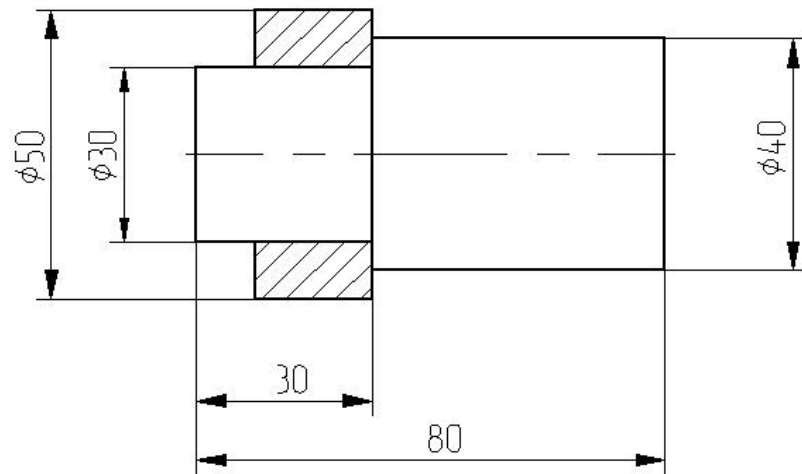
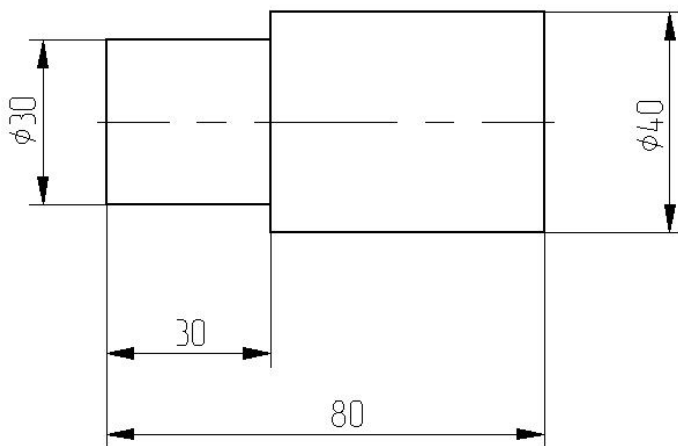

Рис. 3.1. Сборочный чертеж.
Рис. 3.2. Деталь №1 - «Вал».
Создание простейшего сборочного чертежа разберем на примере сборки показанной на рис. 3.1. Процесс построения сборочного чертежа может быть разбит на следующие этапы: 1) создание параметрических чертежей всех деталей входящих в состав сборки; 2) объединение построенных чертежей в один - сборочный; 3) оформление сборочного чертежа в соответствии с требованиями ЕСКД.
1. Создать параметрические чертежи всех деталей, входящих в сборку, показанную на рис. 3.1. В данном случае необходимо построить два параметрических чертежа в соответствии с количеством деталей включенных в сборочную единицу (см. рис. 3.1). Указанные детали приведены на рис. 3.2 и 3.3. Для построения параметрического чертежа необходимо воспользоваться рекомендациями, приведенными в лабораторной работе №1 настоящих методических указаний. Следует отметить, что в параметры соответствующие посадочному диаметру, т.е. размеру «20» (см. рис. 3.2, 3.3) должны быть помечены как «Внешние», что необходимо для их связывания при вставке в сборочный чертеж. Размерные линии следует расположить на дополнительном слое «Размеры». Для этого применим команду «Настройка|Слой...» и в появившемся окне (рис. 3.4) добавим новый слой (кнопка «Новый») с указанным именем. Данный слой должен быть невидимым при вставке в сборку.
6. Нанести на полученный сборочный чертеж размерные линии в соответствии с рис. 3.1.